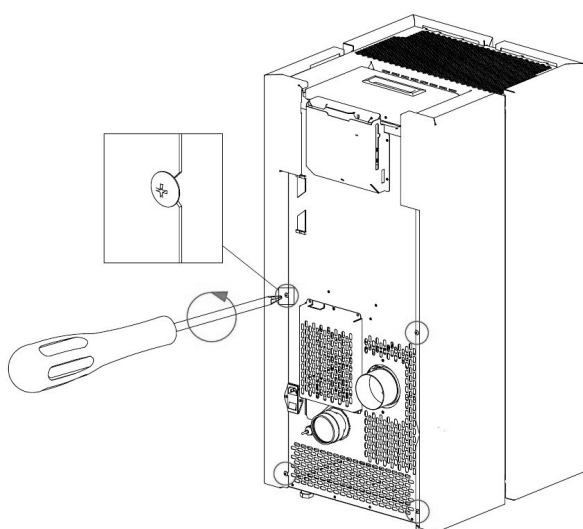

Fig. 52 - Remoção de parafusos
- Afrouxar os 4 parafusos traseiros (ver **Fig. 52**).